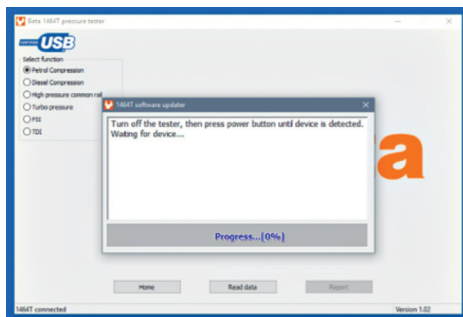
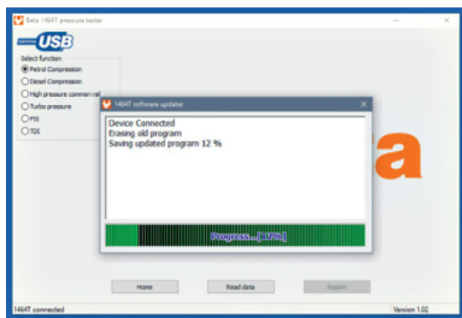

Fig. 5
Fig. 6
- A mensagem seguinte (ver fig. 5) indicará para desligar o testador e manter carregada a tecla de ligação até a deteção do testador por parte do PC. **Nesta fase é muito importante manter carregada a tecla de ligação (ao redor de 6 segundos) até a deteção do testador por parte do PC na modalidade de atualização (ver fig. 6).**
- Depois de detectado o testador, será iniciado o processo de atualização (ver fig. 6).